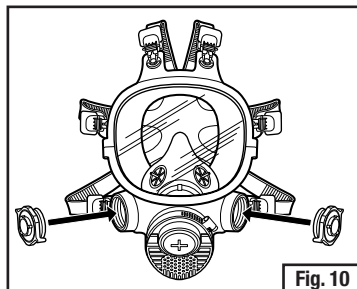

Fig. 10
2. O adaptador de baioneta 3M™ 701 permite que voce prenda a traquéia dupla na peça facial inteira 3M 7800S (Fig. 10).